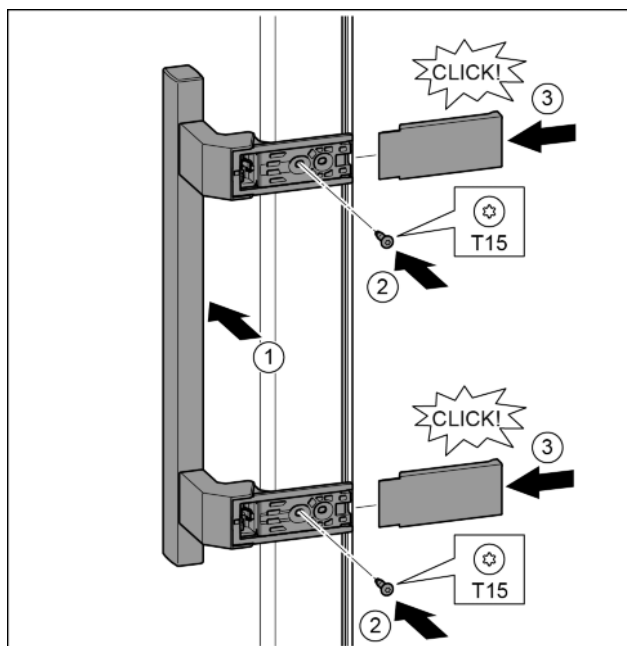

Fig. 34
- Установить ручку на противоположной стороне. Fig. 34 (1)
- Затянуть винты отверткой T15. Fig. 34 (2)
- Установить крышки сбоку и надвинуть. Fig. 34 (3)